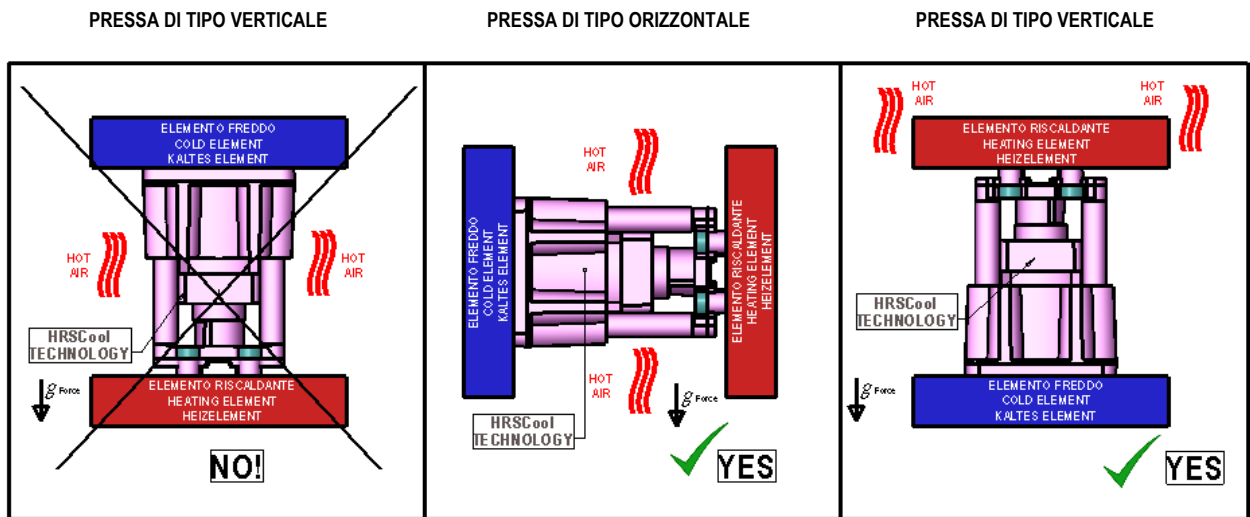

Fig.4
- 5- La tecnologia HRSCOOOL è consentita nella pressa ad iniezione verticale ma solo se gli elementi riscaldanti (es. la camera calda) sono collocati in una posizione superiore rispetto ai martinetti e quindi gli elementi freddi (es. : piastra stampo). È necessario evitare che il martinetto venga riscaldato dall'aria calda proveniente da elementi caldi (Fig.4).